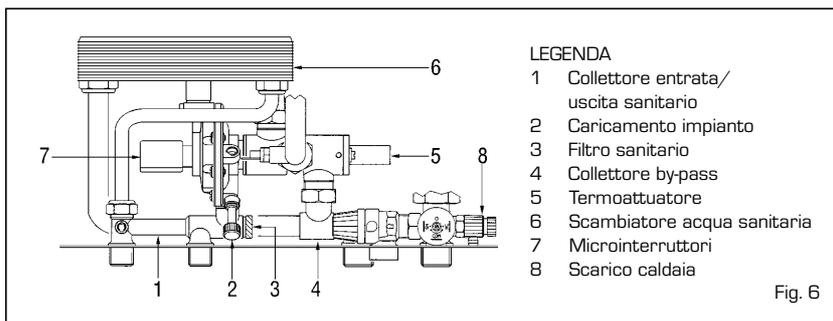

Fig. 6
A) Agendo sulla manopola di carico della valvola pressostatica [2 fig. 6]. La pressione di caricamento, ad impianto freddo, deve essere compresa tra **1-1,2 bar** rilevabili sull'idrometro.
Per compiere questa operazione agire sullo scarico (8 fig. 6).